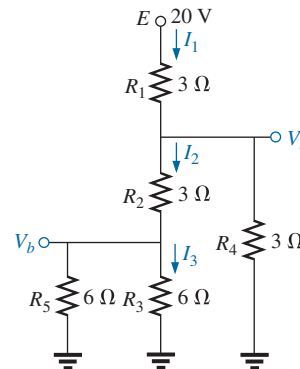

Figura 7.75 Problema 16.
16. Para o circuito na Figura 7.75: